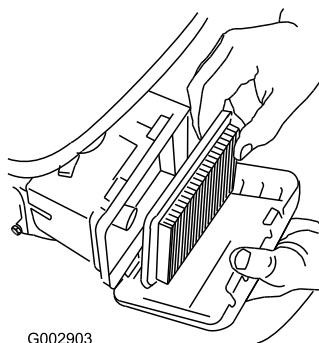

Figure 38
3. Déposez le filtre à air (Figure 38).